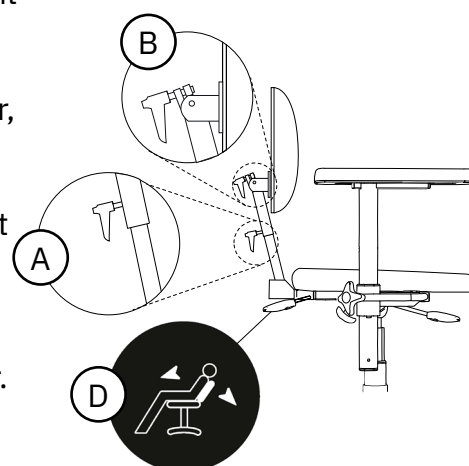

Figure 5.28. Mécanisme de dossier Comfort.
Comfort peut s'ajuster en hauteur (A), en inclinaison du dossier (B) et en inclinaison du dispositif d'escamotage par ressort pneumatique (C), voir figure 5.28. Le dispositif d'escamotage du dossier par ressort pneumatique peut s'ajuster au moyen du réglage situé sous l'assise (en standard) ou sous l'accoudoir (en option). Le dispositif d'escamotage du dossier peut s'ajuster dans une plage allant de 3 ° vers l'avant à 40 ° vers l'arrière.